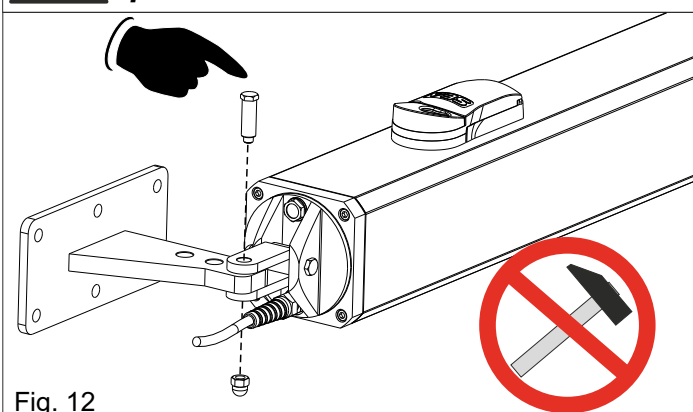

Fig. 12
- Colocar la horquilla oscilante del operador como se muestra en la Fig. 12;
- Insertar el pivote corto de latón entre la horquilla y el soporte, usando solo presión manual (Fig. 12)
- Fijar el pivote con su tuerca (Fig. 12)